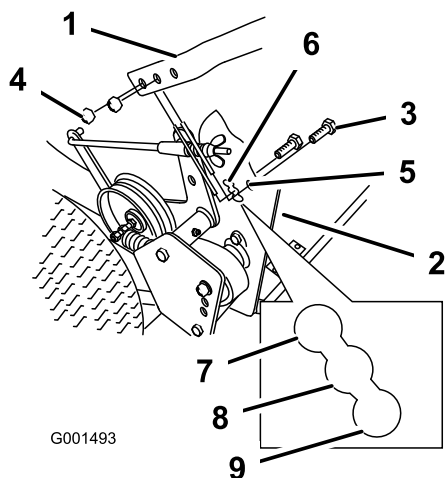

Figura 18
2. Afloje los pernos ($3/8 \times 1-1/4$ pulg.) y tuercas con arandela prensada superiores que sujetan el manillar al bastidor trasero (Figura 18).
3. Quite los pernos inferiores ($3/8 \times 1$ pulgada) y las tuercas con arandela prensada que sujetan el manillar con el bastidor trasero (Figura 18).